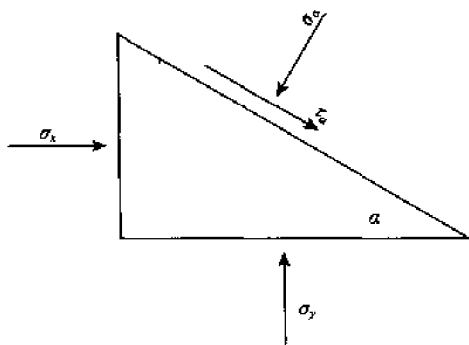

图 7-39
3. 某点的应力状态如图 7-39 所示, 已知 σ_x, σ_y 与角 α , 试根据已知数据直接做出应力圆。